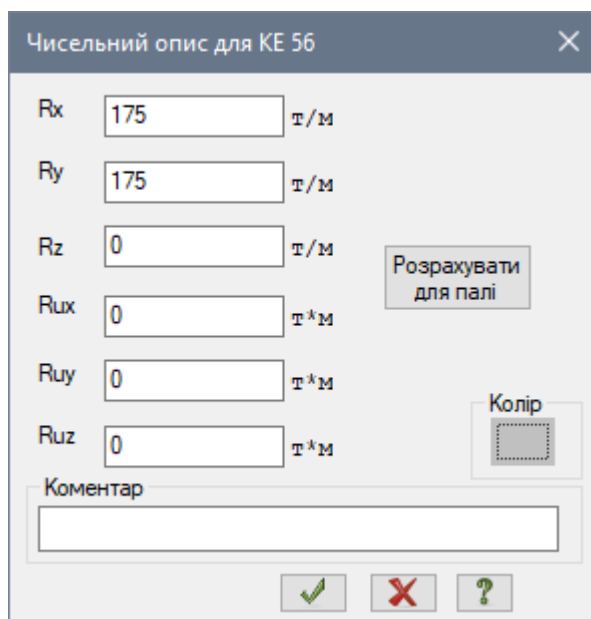

Рис. 11.15. Діалогове вікно **Чисельний опис для KE 56**
- В діалоговому вікні **Чисельний опис для КЕ 56** (рис. 11.15) задайте наступні параметри: